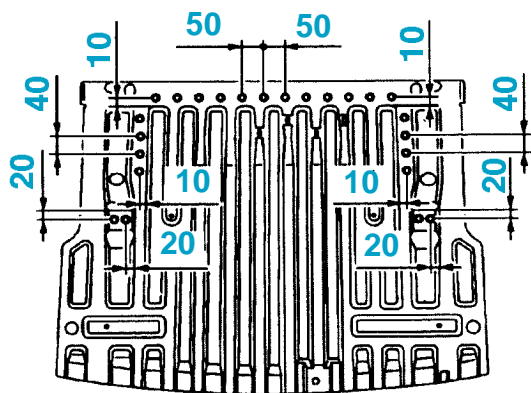

fig. CAR. 248
- Tracer puis percer à \varnothing **6,5 mm** pour soudage ultérieur par points bouchons (fig. CAR. 248).